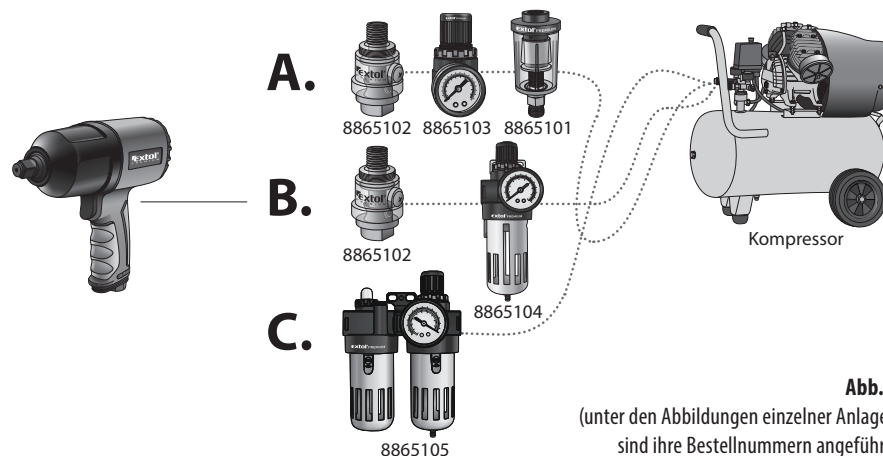

Abb. 3
- Der Druckluft-Schlagschrauber wird mit Druckluft angetrieben, die frei von Feuchtigkeit - Kondensat - sein und beigemischtes Öl enthalten muss. Zu diesem Zweck dienen die im Schema auf Abb. 3 dargestellten und beschriebenen Zusatzanlagen, die vor dem Lufteinlass in den Schlagschrauber in der angeführten Reihenfolge installiert sein müssen.
Bestellnummer des Gerätes (Abb.3)	Beschreibung des Gerätes (Aufbereitungsanlagen)
#### ANSCHLUSSMÖGLICHKEITEN (SIEHE SCHEMA AUF ABB. 3)
- Die Reihenfolge der im Schema auf Abb. 3 dargestellten Aufbereitungsanlagen muss beim Anschluss eingehalten werden.